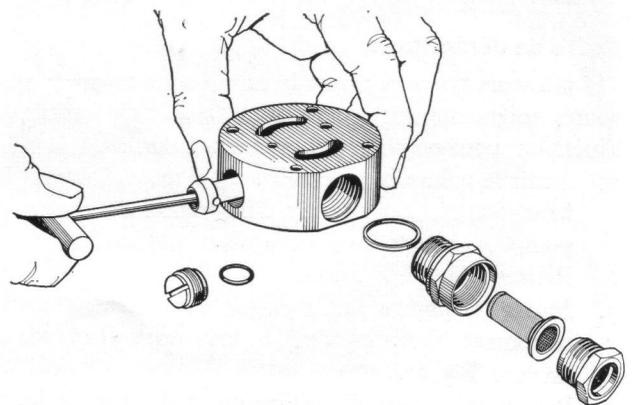

Fig. 26 Démontage d'un couvercle en acier
- (e) En utilisant le crochet 7144/875, sortir le manchon de la soupape de régulation (Fig. 26). Sortir le piston de son alésage.